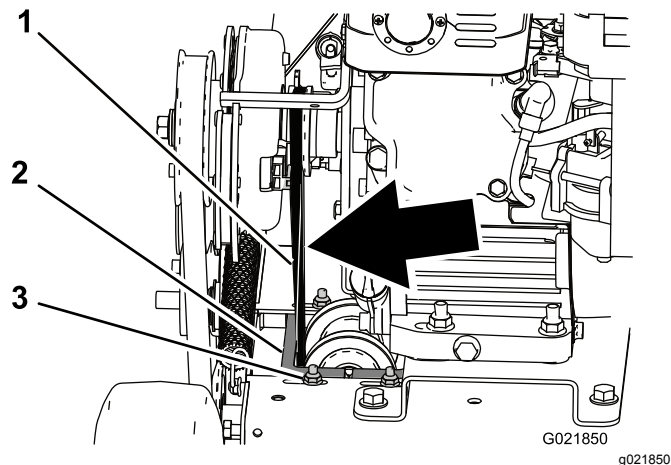

Figure 24
1. Desserrez les 2 vis et les 2 boulons à embase qui fixent le protège-courroie sur la machine (Figure 24).
2. Déposez le protège-courroie de la machine (Figure 24).